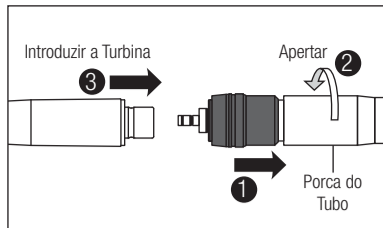

Fig. 6
- 1) Introduza o acoplamento no tubo e aperte a porca do tubo. (Fig.6)